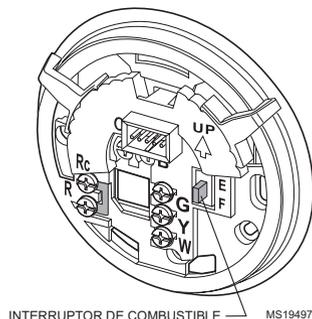

Figura. 3. Interruptor de combustible.
- ❑ Para ajustar el interruptor de combustible, localice el interruptor con la etiqueta E/F en la placa de fijación (vea la Figura 3). El interruptor de combustible se ajusta en la fábrica en la posición F. Este es el ajuste correcto para sistemas de gas o de petróleo. Si tiene un sistema eléctrico de calefacción o una bomba térmica, ajuste el interruptor a E. El ajuste E permite que el ventilador se encienda de inmediato con el sistema de calefacción, donde se tenga conectada la terminal G.